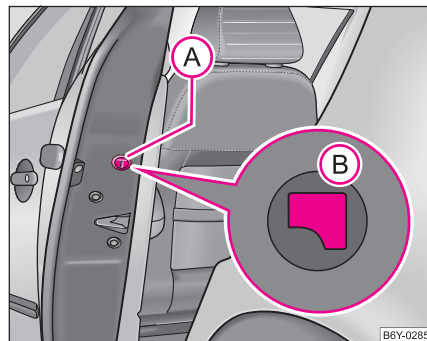

Abb. 24 Hintere Tür: Notverriegelung der Tür
- Bauen Sie die Blende **A** ab ⇒ Abb. 24.